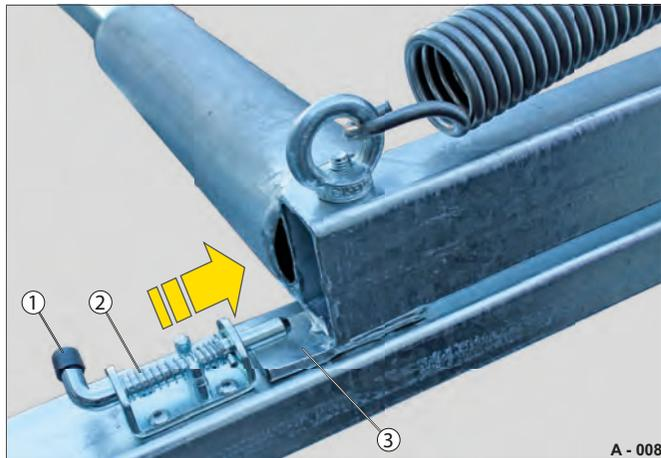

Fig. 26 Targette verrouillée
- ▶ Tournez la targette (Fig. 26 /1) de 90° et lâchez-la.
Le ressort de pression (Fig. 26 /2) verrouille la targette.
La languette (Fig. 26 /3) du cadre porte-touret est verrouillée.